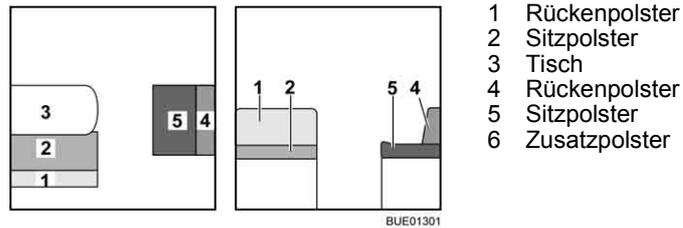

Bild 118 Vor dem Umbau
- Tisch (Bild 118,3) zum Bettunterbau umbauen (siehe Abschnitt 6.10).
- Das Rückenpolster (Bild 118,1) abnehmen und beiseite legen.